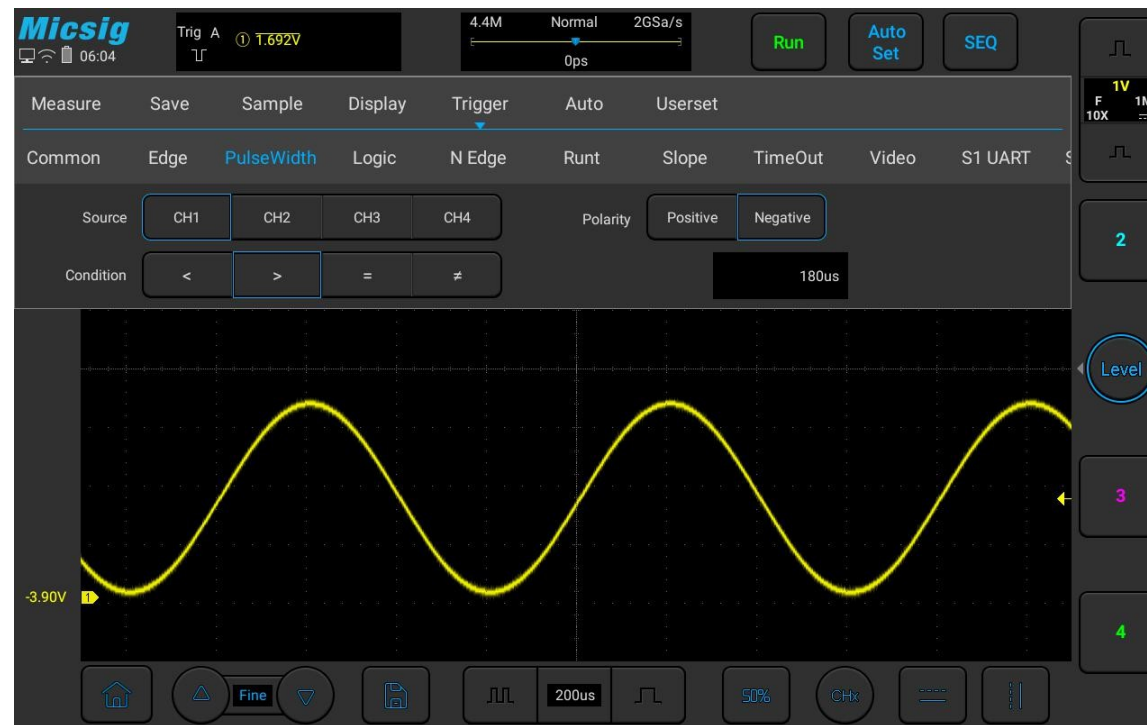

Abbildung 5-15 Pegelumkehr bei Impulsen mit negativer Polarität
niedriger als der aktuelle Triggerpegel (Symbol für die Anzeige eines negativen Impulses bei CH1 $\text{① } 1.00\text{V}$). Bei Triggerung durch einen Impuls mit positiver Polarität erfolgt der Trigger – sofern die Bedingungen erfüllt sind – beim Übergang von hoch nach niedrig des Impulses; bei Triggerung durch einen Impuls mit negativer Polarität erfolgt der Trigger – sofern die Bedingungen erfüllt sind – beim Übergang von „Low“ nach „High“. (Abbildung 5-15: Pegelumkehr bei negativem Impuls)